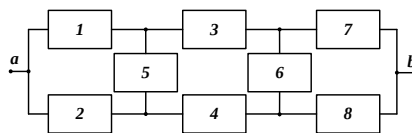

Рис. 8
19. Определить вероятность безотказной работы системы $P_C(t)$, структурная схема которой представлена на рис. 8, с помощью метода минимальных путей и сечений. Элементы системы будем считать равнонадежными, т.е. $p_1=p_2=\dots=p_8=0,9$.
20. Определить вероятность безотказной работы системы $P_c(t)$, структурная схема которой представлена на рис. 8, с помощью логико-вероятностного метода. Элементы системы будем считать равнонадежными, т.е. $p_1=p_2=\dots=p_8=0,9$.